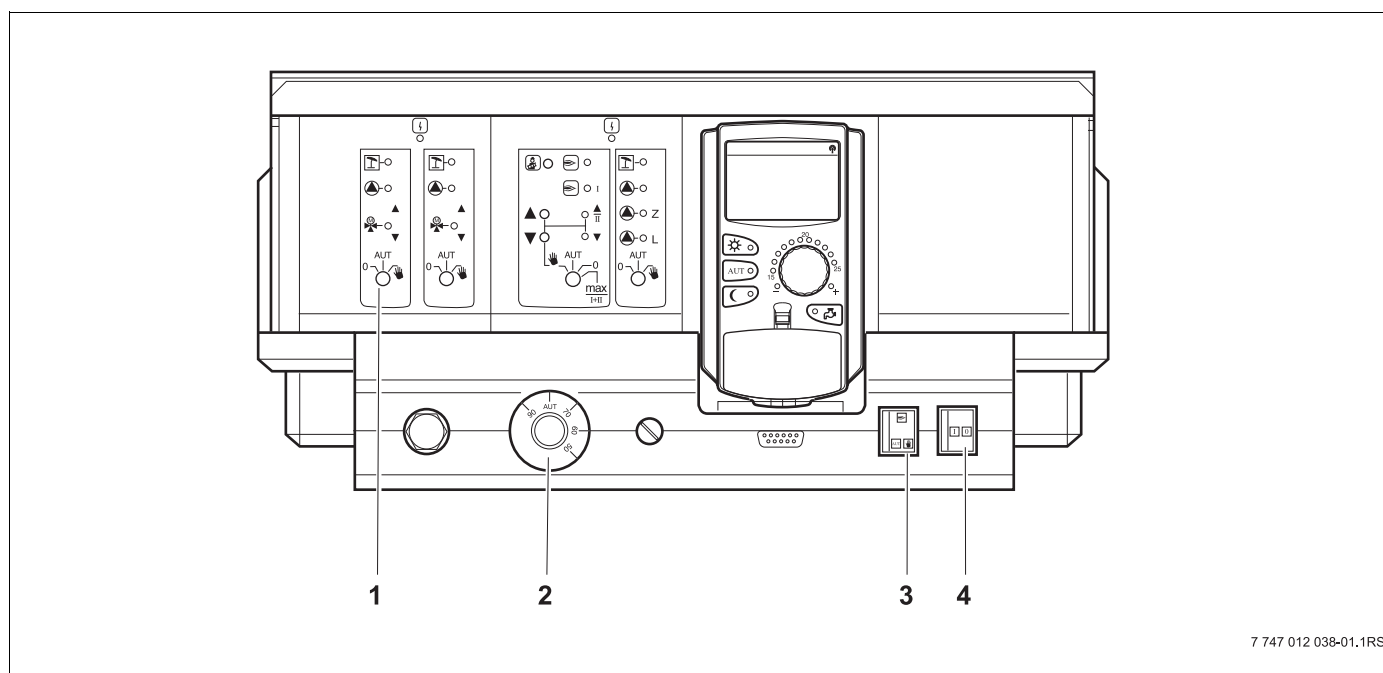

Рис. 24 Ручной режим отопления
- Чтобы обеспечить теплоснабжение при неисправности, нужно установить переключатели на модулях (→ рис. 24, [1]) в положение .
- Установите регулятор температуры котловой воды (→ рис. 24, [2]) на 60 °C – 90 °C, при выходе из строя приготовления воды для ГВС – на 60 °C.
- Установите переключатель аварийного режима горелки (→ рис. 24, [3]) на . 1-я ступень горелки всегда включается напрямую. 2-ая ступень горелки настраивается переключателем на модуле.
- Установите пусковой выключатель (→ рис. 24, [4]) в положение .